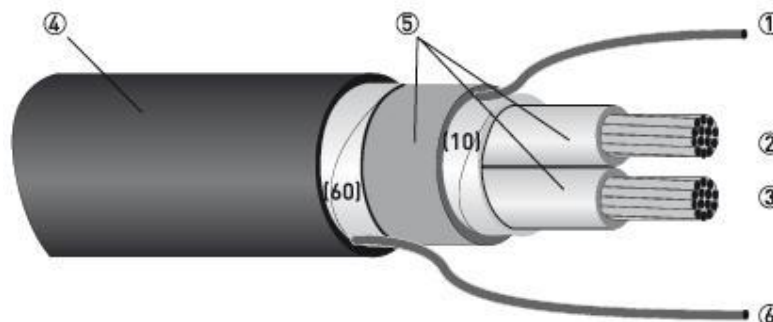

Рис. 1.
- Сигнальный кабель А имеет двойную изоляцию и предназначен для передачи сигнала между первичным преобразователем и электронным конвертором (рис. 1);